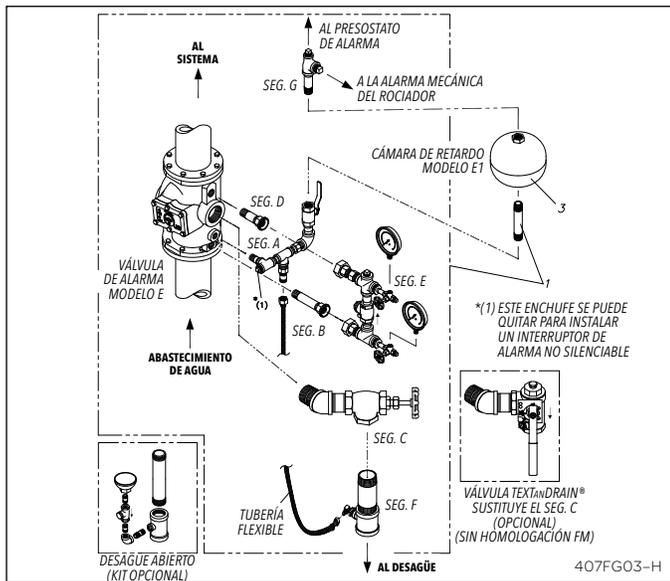
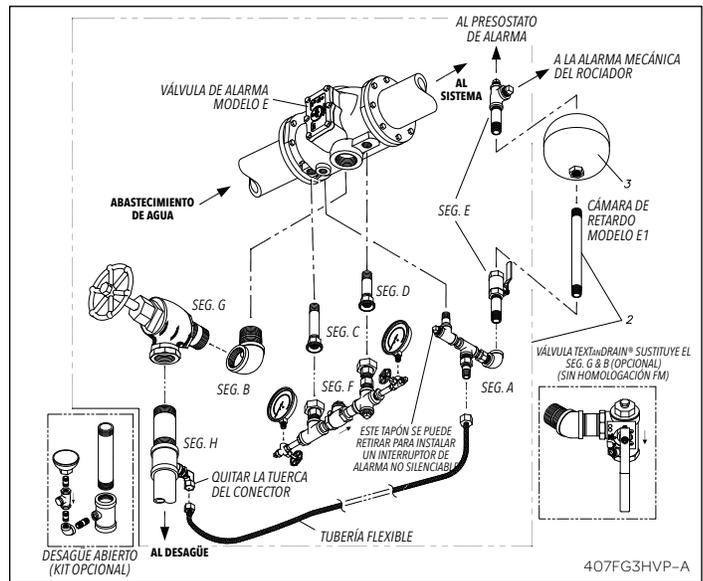

Fig. 3 – Montaje vertical con presión variable
Fig. 5 – Montaje horizontal con presión variable
- Instale el Segmento "F" sin fugas girando el te de 2" (50 mm). Oriente el accesorio de tubería hacia la parte de atrás de la válvula de alarma. Conecte el ítem 26 (salida de desagüe de alarma) al ítem 27 de la línea de desagüe mediante el tubo flexible suministrado (ítem 11). Nota: El tubing no debe estar retorcido. Nota: Opcionalmente se puede utilizar un juego de accesorios de la línea de desagüe en sustitución de los Segmentos F (Fig. 3) y H (Fig. 5).
• **Montaje horizontal (Figs. 5, 6 y 8)**
El movimiento de la clapeta (4) sobre el pasador de articulación (8) descubre la ranura en el asiento (3) y permite que el agua fluya a través de la ranura a la toma de alarma y a la línea de alarma, Fig. 5.
**Presión Variable (Figs. 3 y 5)**